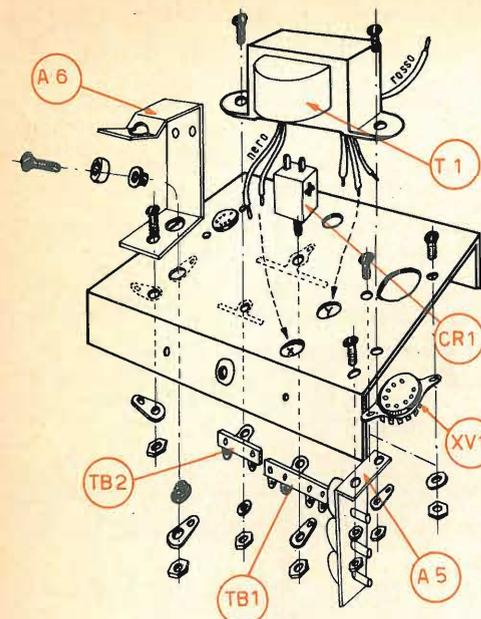

Fig. 2 - Montaggio della parte superiore del telaio.
4) Bloccare il raddrizzatore al selenio CR1 con dado da 6/32 dopo aver inserito il terminale isolato a 4 posti TB1 e la linguetta di massa come a fig. 2. Fare attenzione alla polarità del raddrizzatore.
6) Inserire come a fig. 2, nel fondello per l'ancoraggio del reoforo positivo della pila, una vite da 6/32 x 1/2. Sotto il fondello disporre una rondella isolata, una seconda, pure isolata, sotto il telaio, un capocorda ed infine il dado relativo.
8) Montare il trasformatore d'alimentazione T1 sul telaio, inserendo i conduttori neri nel foro X ed i restanti, salvo uno rosso, nel foro Y. Si usino due viti di 6/32, due rondelle dentate e due dadi. Sotto un dado, come a fig. 2 si ancori il terminale isolato a 2 posizioni, TB2. Sotto l'altro dado si disponga un ancoraggio di massa.